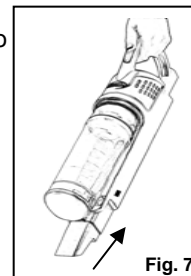

Fig. 7
3. Inserte el cabezal esquinero en la parte inferior de la aspiradora verificando que se traben en su lugar. (Fig. 7) Para remover el cabezal esquinero, presione el botón de liberación del cepillo eléctrico / cabezal esquinero.